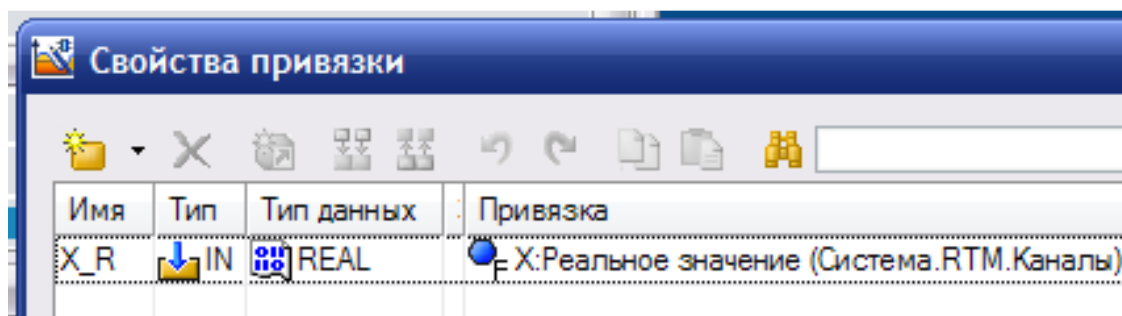
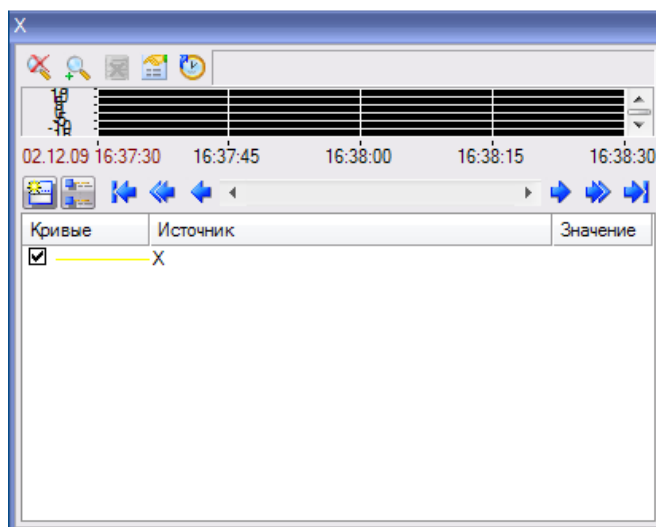

Рис. 3.22 Результат привязки
Рис. 3.25 Созданный тренд
11. **Привязка объекта к каналу.** Раскройте раздел **отображаемая величина**. Для этого дважды щелкните левой клавишей мыши на подчеркнутой строчке **отображаемая величина**. Щелкните левой клавишей мыши в поле **привязка**. Откроется окно свойств привязки с пустой таблицей. Щелкните левой клавишей мыши на иконке . Установите тип IN у созданного аргумента ARG_000. Дважды щелкните левой клавишей мыши в столбце **привязка** таблицы. Откроется окно привязки. В левой части открытого окна выделите канал RTM узла, созданный ранее. В правой части окна выберите аргумент реальное значение (рис. 3.21). Щелкните левой клавишей мыши по кнопке **привязка**. Окно свойств привязки примет вид, изображенное на рис. 3.22. В поле **имя** можно ввести новое имя канала аргумента. Щелкните левой клавишей мыши по кнопке **готово**. В поле привязка будет выведено имя созданного аргумента.
левой клавишей мыши в поле **привязка**. Откроется окно, изображенное на рис. 3.22. Выберите созданный ранее аргумент и щелкните левой клавишей мыши по кнопке **готово**. Тренд примет внешний вид, изображенный на рис. 3.25.
15. **Настройка объектов текст.** Выделите объект текст, расположенный слева. В поле **текст** введите имя канала RTM узла. Выделите объект текст, расположенный справа. Откройте раздел **текст** двойным щелчком по подчеркнутой строчке **текст**. В поле **вид динамизации** выберите **значение** (рис. 3.28). Щелкните левой клавишей мыши в появившемся поле **привязка**. Откроется окно, изображенное на рис. 3.22. Выберите созданный ранее аргумент и щелкните левой клавишей мыши по кнопке **готово**. Объекты текст примут вид, изображенный на рис. 3.29.